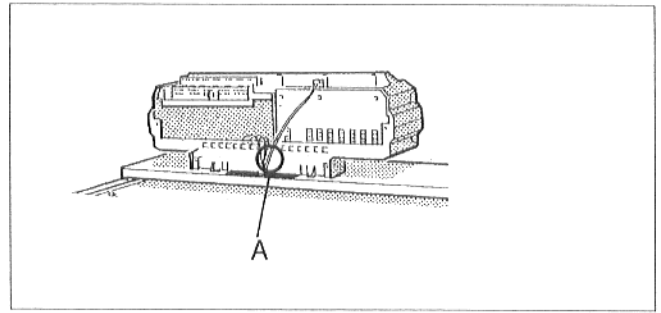

Abb. 44
- Anschlüsse an der Steckerleiste nach Schaltplan vornehmen. Die Stecker lassen sich mit Hilfe eines Schraubendrehers leicht von der Steckerleiste abhebeln (Abb. 44).
Alle Leitungen können, mit Hilfe der passenden Kabelschelle (Lieferumfang Regelgerät) in folgender Weise im Schellenrahmen befestigt werden (Abb. 44/45).